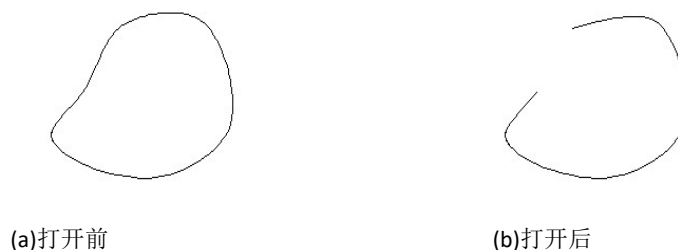

图 6-11 样条曲线打开
**1、打开：**若要把样条曲线打开，可在命令行输入“O”回车，系统自动把闭合的样条曲线打开，如图 6-11 所示。